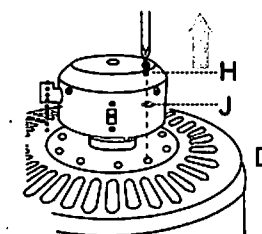

Fig. 5
5. Saque los tornillos del motor (H) y las arandelas de seguridad (J) del lado inferior del motor. Si es necesario, deseche los plásticos. [Fig. 5]
5. Introduzca los tornillos del motor (H) y las arandelas de seguridad (J) restantes. [Fig. 5] Apriete bien todos los tornillos del motor (H).